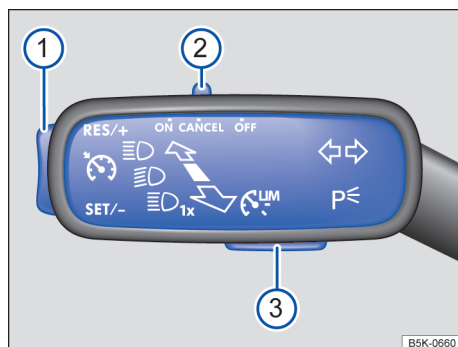

Fig. 99 À esquerda na coluna de direção: alavanca com interruptor e botões de comando do GRA.
- Colocar o interruptor → Fig. 99 ② para a posição ON ou pressionar o botão ③.